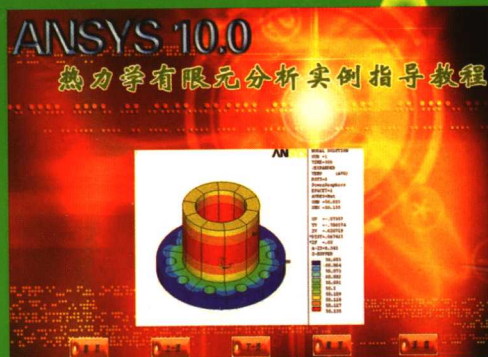

图2 图片浏览界面
3. 单击界面中的【图片浏览】按钮，则进入图片浏览界面，如图2所示。可以通过单击界面上的【上一页】或【下一页】按钮浏览书中典型实例效果图片。